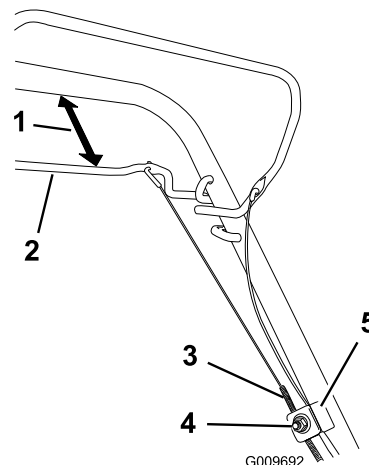

Figure 30
- Desserrez l'écrou du support de câble (Figure 30).
- Maintenez la barre de commande d'autopropulsion à 25 à 38 mm (1 à 1,5 po) du guidon (Figure 30).
- Tirez la gaine du câble vers le bas (vers la machine) jusqu'à ce qu'il n'y ait plus de mou dans le câble (Figure 30).